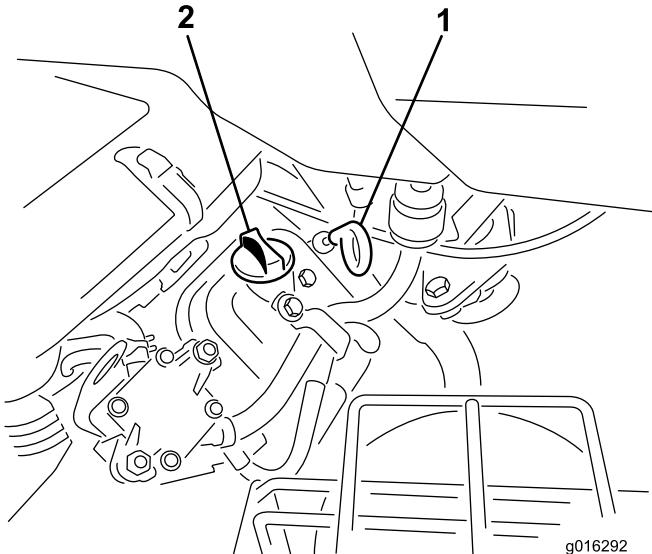

Figura 28
2. Svitate l'asta di livello e asciugatela con un panno pulito. Avvitate l'asta di livello nel relativo tubo e assicuratevi che sia fissata saldamente (Figura 28).